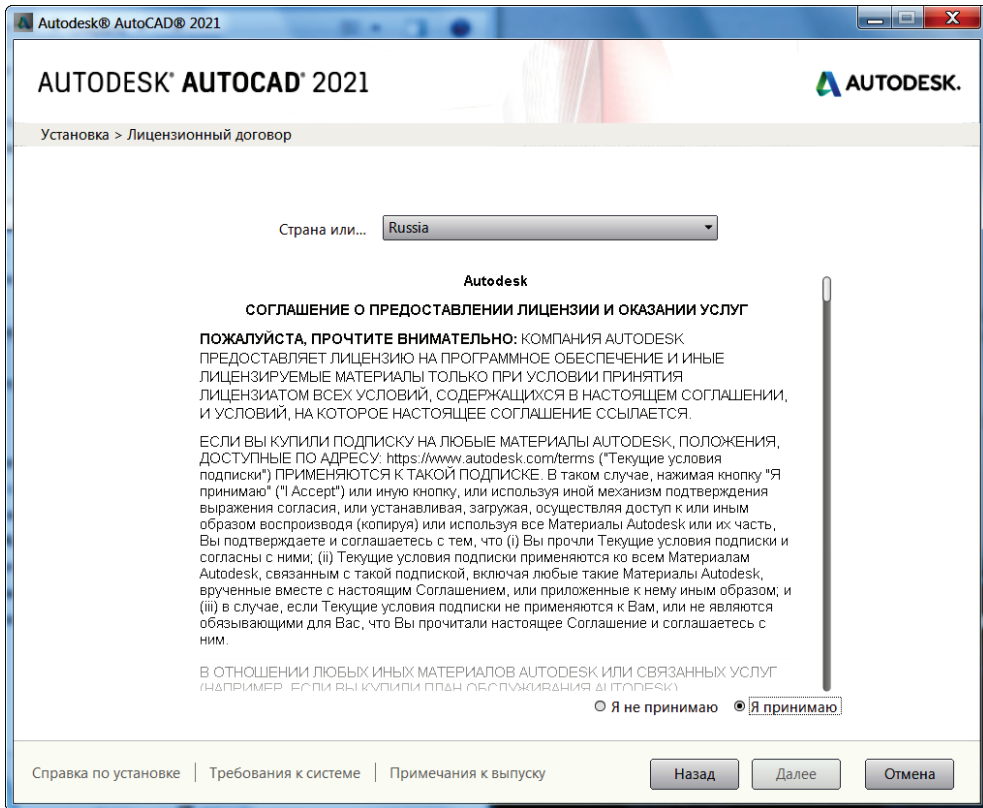

Рис. 1.3 ❖ Лицензионное соглашение программы AutoCAD 2021
1. Чтобы начать установку, нажмите кнопку **Установка** (Install). Установка продолжится, и на экране появится лицензионное соглашение (рис. 1.3). Ознакомившись с этим договором, установите расположенный в правом нижнем углу переключатель в положение **Я принимаю** (I Accept) и нажмите кнопку **Далее** (Next). Появится следующее диалоговое окно **Настройка установки** (Configure Installation) (рис. 1.4), где выбирается, какие приложения следует установить, а также путь, по которому программа будет установлена.